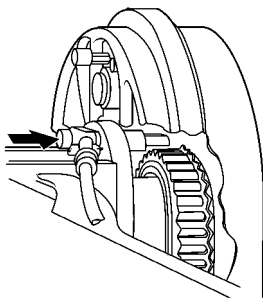

图 7 - 34 拆下传感器
① 先翻起汽车后座垫,拔下后轮转速传感器的连接插头。
② 拧下传感器的内六角紧固螺栓(如图 7 - 34 所示),然后拆下后轮转速传感器。
③ 拆下后梁上的转速传感器导线保护罩,拉出导线和导线插头。
④ 后轮转速传感器的安装与拆卸顺序相反,但须注意安装后轮转速传感器之前,先清洁传感器的安装孔内表面,并涂上固体润滑膏 GR000650,然后装入转速传感器,以 $10 \text{ N} \cdot \text{m}$ 的扭矩拧紧内六角紧固螺栓。